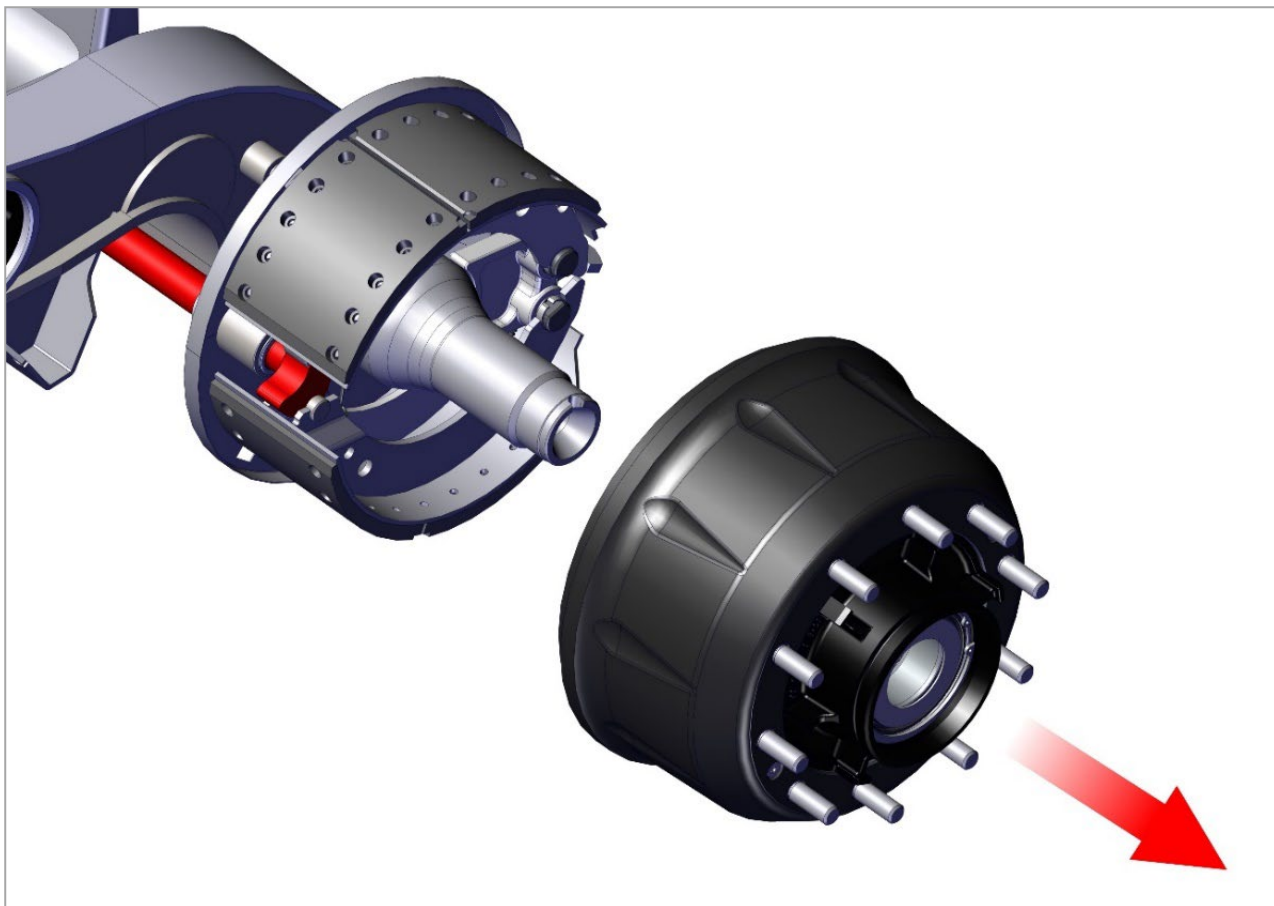

Рис. 13. Снятие сборочного узла ступицы и барабана.
4) Извлеките сборочный узел ступицы и барабана. Категорически запрещается снимать барабан, не сняв предварительно колесо (рис. 13);